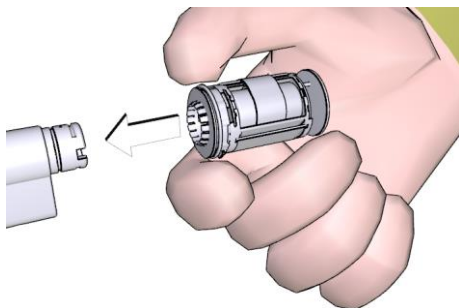

Fig. 23, Toccare il pomolo elettronico soltanto nella flangia metallica
- ▶ Toccare il pomolo elettronico soltanto nella flangia meccanica, come rappresentato nella Fig. 23.